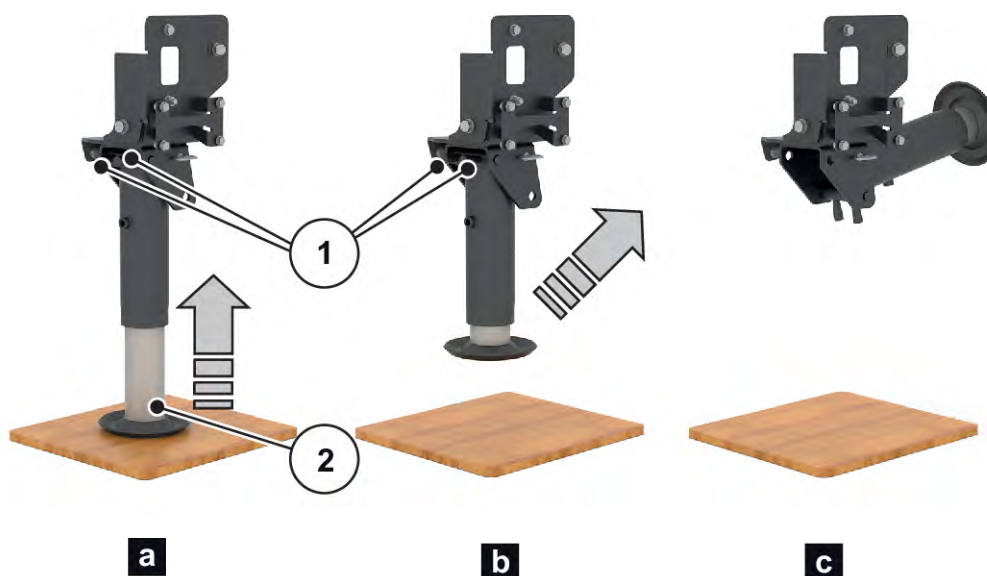

Рис. 25: Складывание опоры
- ▶ Сложите опору. См. *Рис. 25 Складывание опоры*